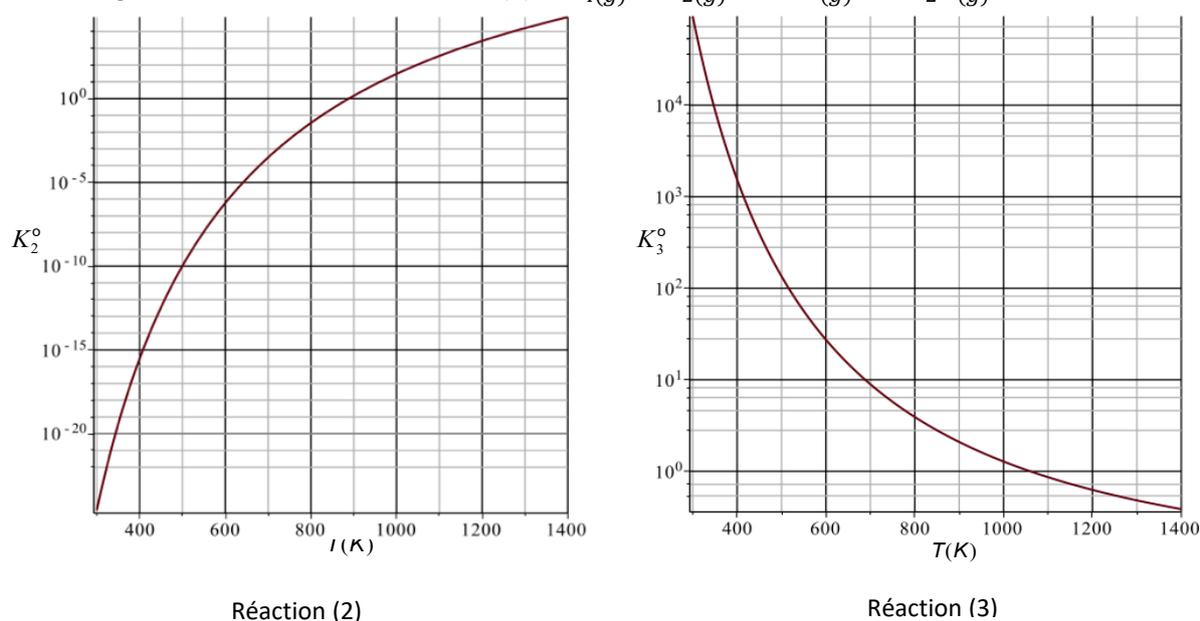

Figure 1. Evolution des constantes d'équilibre des réactions (2) et (3) en fonction de la température
La figure 1 donne l'évolution des constantes d'équilibre de chacune de ces réactions en fonction de la température. Une réaction parasite endothermique dont la température d'inversion est $T_{i,4} = 921\text{K}$ peut aussi se produire, selon : (4) $\text{CH}_{4(g)} = \text{C}_{(s)} + 2\text{H}_{2(g)}$